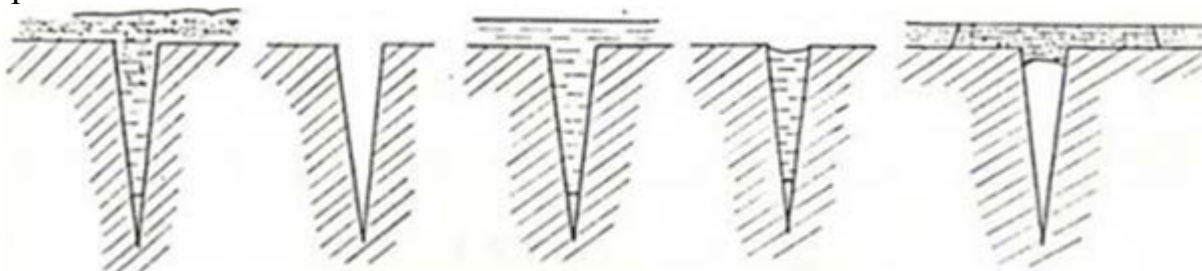

Рисунок 1 - Последовательность операций при цветном методе контроля
2.1 Подготовка поверхности (рис. 1 - поз. 1). Поверхность детали очищается от грязи, ржавчины, окисной пленки, лакокрасочного покрытия (если деталь окрашена) и обезжиривается промывкой бензином, разбавителем или ацетоном. Поверхность подсушивают горячим воздухом или дают высохнуть. На очищенную поверхность наносится проникающая красная краска.
### 2.2 Нанесение красной краски (рис. 1 - поз. 3).
#### 2.3. Удаление красной краски (рис. 1 - поз. 4).
#### 2.4. Нанесение белой краски (рис. 1 - поз. 5).